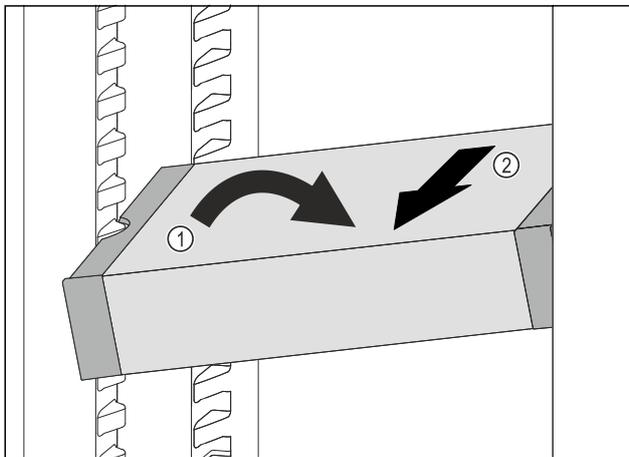

Fig. 114
- Coloque el VarioSafe en el compartimento del frigorífico en posición oblicua. Fig. 114 (1)
- Extraiga el VarioSafe hacia delante. Fig. 114 (2)